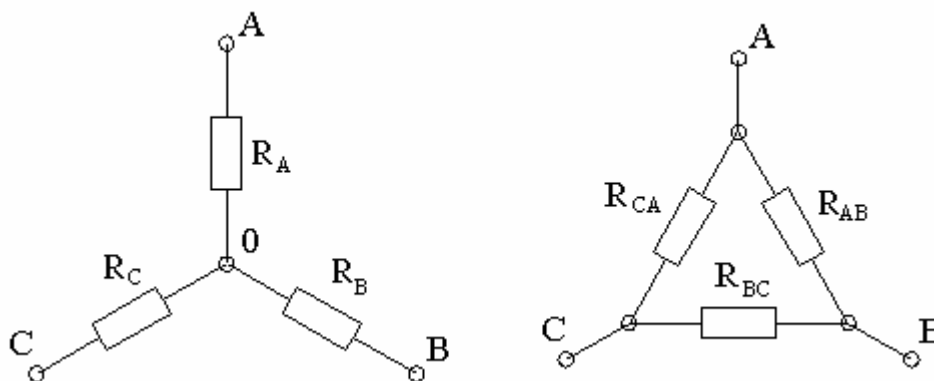

Рис. 10
4. Взаимное преобразование схем соединений треугольником и звездой пассивных элементов. Преобразованием треугольника в эквивалентную звезду называется такая замена части цепи, соединенная по схеме треугольника, цепью, соединенной по схеме звезда, при которой токи и напряжения в остальной части цепи сохраняются неизменными (рис. 10).